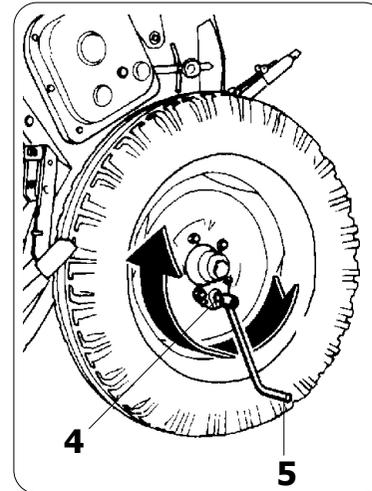

Fig. 11
TERZO: collocare la manovella (5) nel fermo esterno della ruota destra (4) e far girare la ruota alcune volte fino a che le sementi iniziano a cadere nella cassetta (fig. 11). Versare queste sementi nella tramoggia ed effettuare le rotazioni reali della prova in base alla tabella seguente: